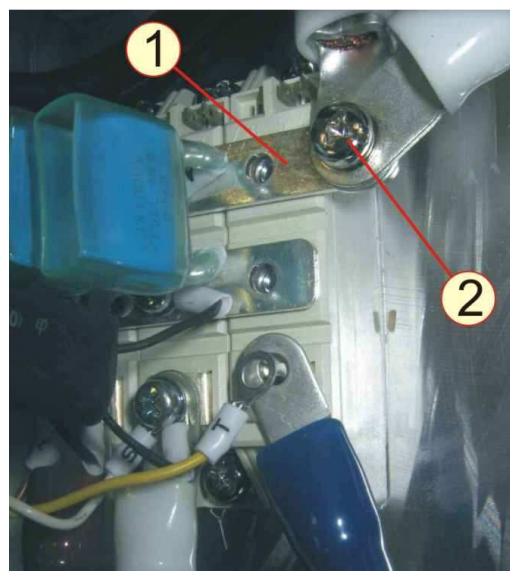

Рисунок 7.26
7.11.9 Закрепить наконечники двух проводов (соединенных с шиной «-» платы конденсаторов и контактом «-» клеммника) на шине 1 винтом 2 (рисунок 7.26).